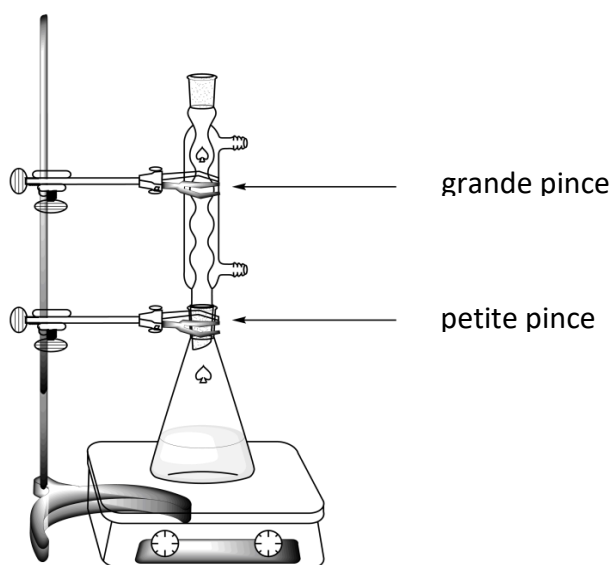

Figure 1. Montage de chauffage au reflux du mélange réactionnel
4. **Adapter** le réfrigérant en desserrant la grande pince et en ajustant les rodages (voir figure 1). **Lever** la carte « HELP ». Un assistant de laboratoire viendra ouvrir le robinet d'eau et mettre en route la plaque chauffante.
2. À l'aide du montage à reflux (voir figure 1), **recristalliser** le produit brut présent dans l'rlenmeyer à col rodé de 50 mL en utilisant la quantité nécessaire du mélange eau-éthanol préalablement réalisé. **Lever** votre carte HELP. Un assistant de laboratoire viendra ouvrir le robinet et mettre en route la plaque chauffante. Si nécessaire, **ajouter** le solvant par le haut du réfrigérant.